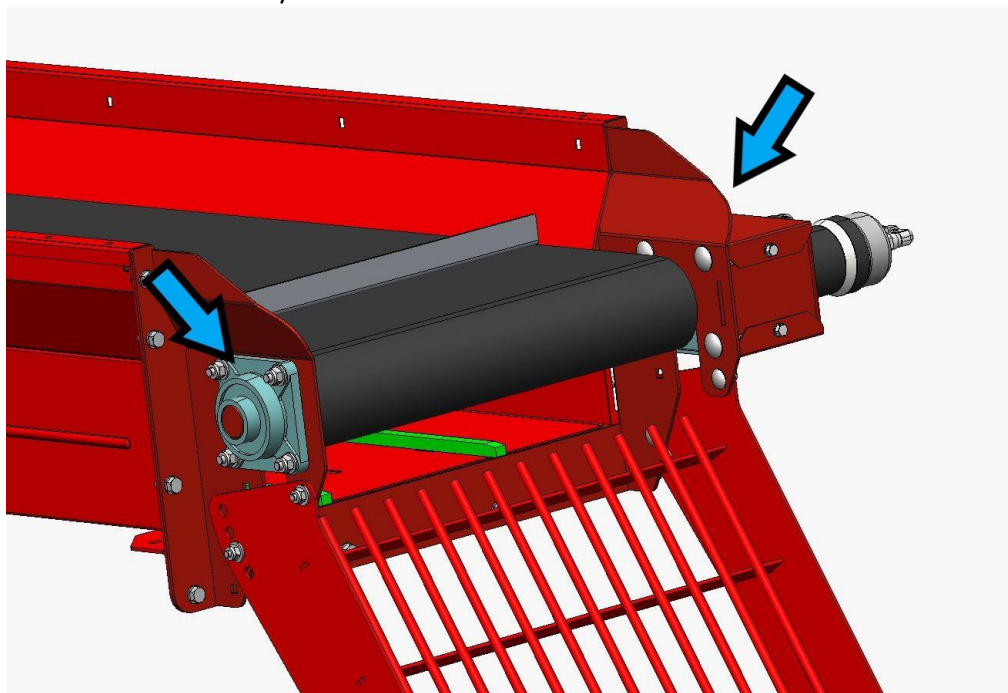

Abb. 12.
4. Schmiernippel der oberen Rolle (2 St. in Abbildung 12).